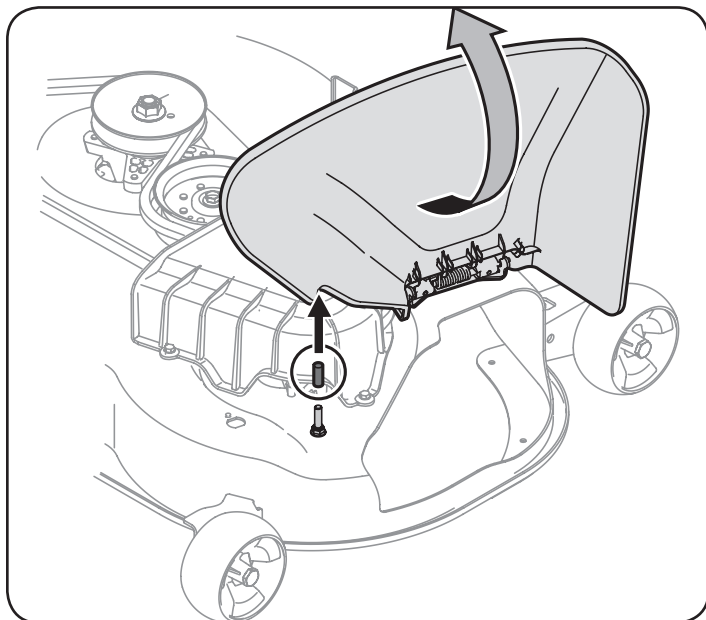

Figura 3
1. Haga pivotar el deflector del canal hacia arriba y quite la cubierta protectora de la clavija que se encuentra en la superficie de la plataforma. Consulte la Figura 3.